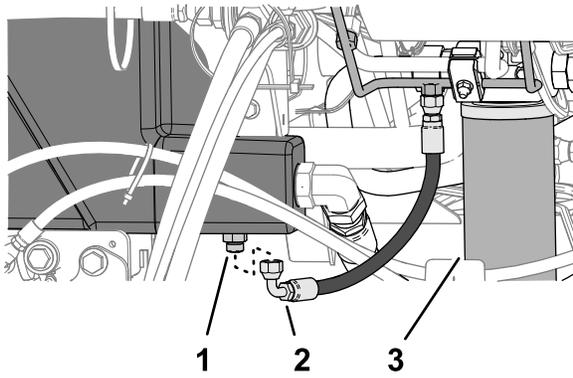

图 115
2. 在液压油箱的直通接头图 115 下方放置一个大放油盘请参阅 液压油容量 \(页码 57\)。